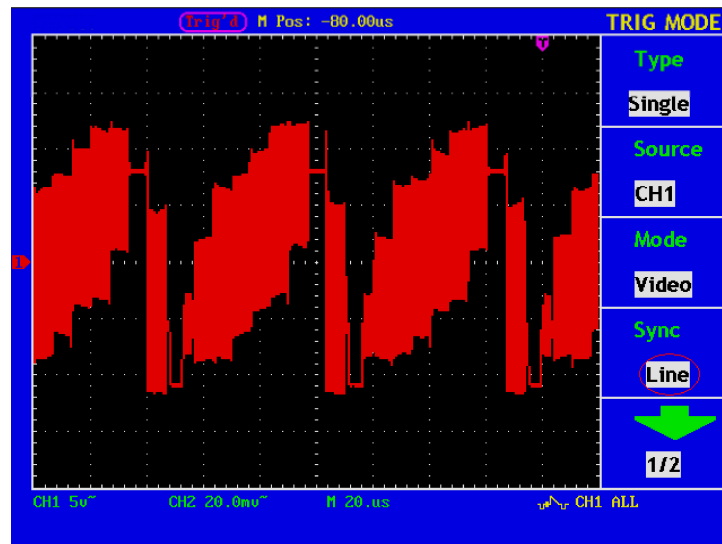

Abb. 41 Video-Wellenform getriggert im Modus "Field"
6. Drücken Sie die Menüwahl taste **F4** und wählen Sie **Line** bei Slope. Die Anzeige auf dem Bildschirm ist wie in Abb. 41 gezeigt.